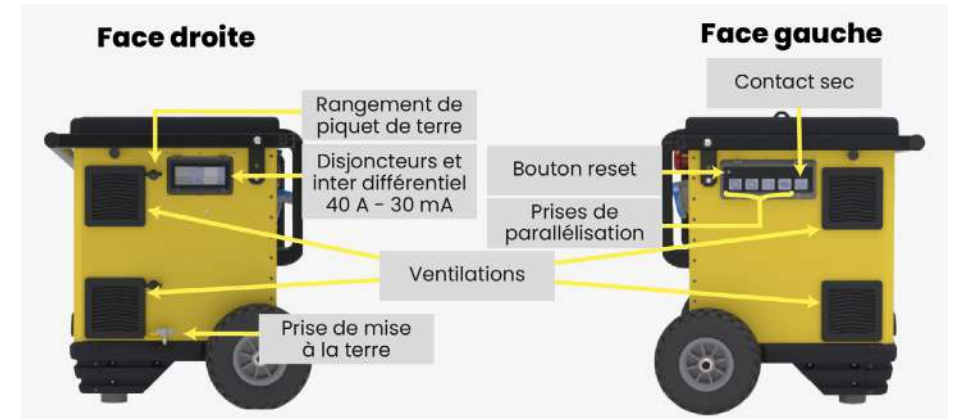

Figure 3 : Faces latérales de l'appareil
- Vérifier que l'appareil fonctionne. La valeur affichée sur l'écran de niveau de charge ne doit pas excéder 8kW (cf. §II.3. Figure 3) et contrôler le temps restant d'utilisation.